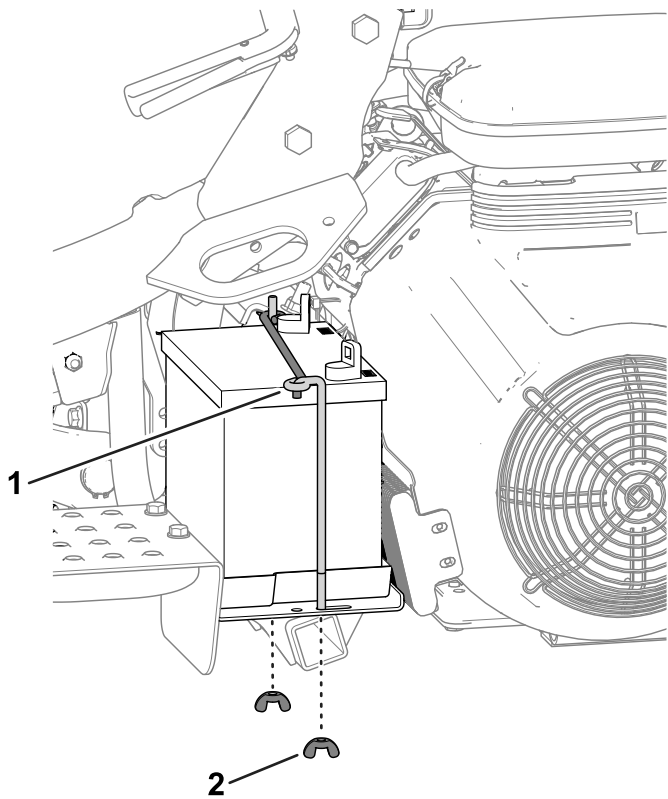

図 33
2. バッテリーをプラットフォームに固定している棒と蝶ナット 図 33を外してバッテリーを機体から外す。
- 5. バッテリートレイの上にバッテリーを置き、先ほど取り外した棒と固定具で固定する 図 33。